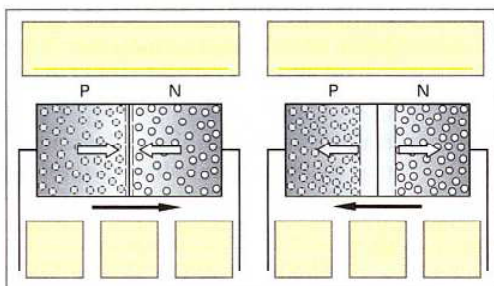

Bild 3: Diodenbetrieb
- 3 Ergänzen Sie in Bild 3 die Worte für die Leitungsart der Diode, die Polung und die Formelzeichen  $I_F$  und  $I_R$ .